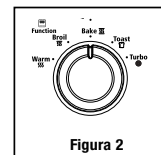

Figura 2
2. **Perilla de control de temperatura** - Ajusta el termostato a la temperatura deseada. (Ver la Figura 2)